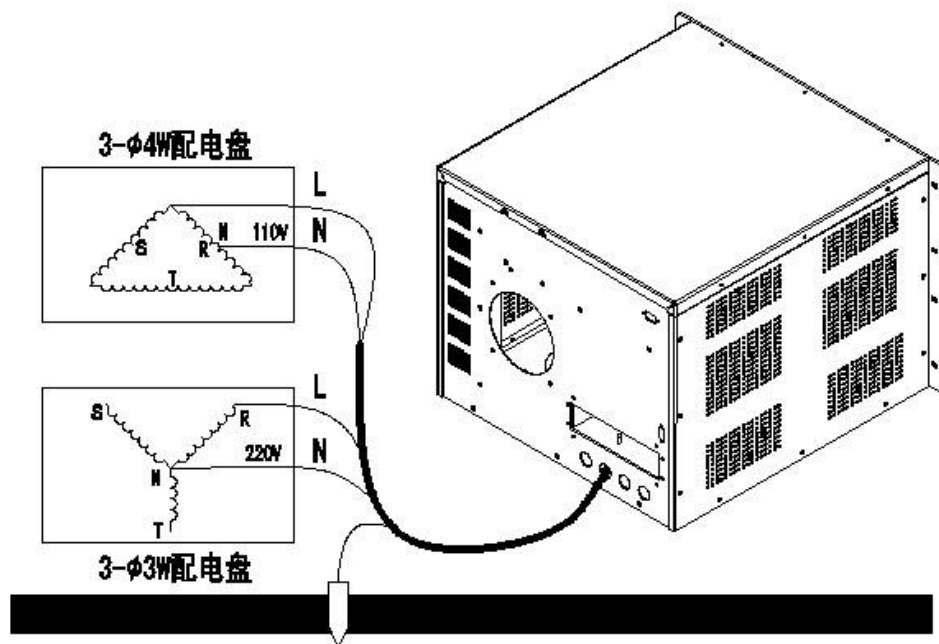

图 3.6 输入单相 220V 及 110V 系统配线图
8. 地线请尽量利用接近地棒处之接点，或配电盘内之起始点，请参考图 3.6